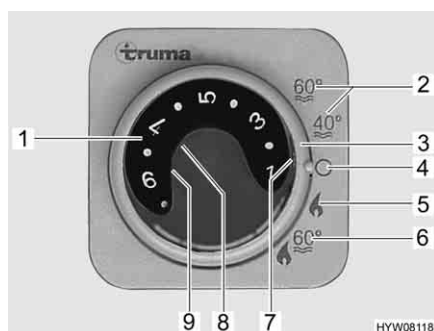

Fig. 120 Centralina di controllo per riscaldamento/boiler
- Impostare la modalità di funzionamento tramite l'interruttore girevole (Fig. 120,3).
A seconda della temperatura ambiente desiderata, il riscaldamento seleziona automaticamente il livello del bruciatore necessario. Al raggiungimento della temperatura ambiente desiderata, il bruciatore si spegne. Durante la modalità di funzionamento "Riscaldamento e boiler" (Fig. 120,6) è riscaldata anche l'acqua nel boiler. Nella modalità di funzionamento "Riscaldamento senza boiler" (Fig. 120,5) è possibile far funzionare il riscaldamento con il boiler vuoto.
- Impostare la manopola della temperatura (Fig. 120,1) sulla centralina di controllo scegliendo la potenza desiderata.
- Posizionare l'interruttore girevole (Fig. 120,3) su funzionamento invernale "Riscaldamento senza boiler" (Fig. 120,5) o "Riscaldamento e boiler" (Fig. 120,6).
Si accende la spia verde di controllo (Fig. 120,7).
- Posizionare l'interruttore girevole (Fig. 120,3) su "O" (Fig. 120,4).
La combinazione funzionamento a gas e funzionamento elettrico a 230 V diminuisce il tempo di riscaldamento (è possibile solo se il riscaldamento viene impostato sulla centralina di controllo (Fig. 120) su funzionamento invernale). Se viene selezionato il funzionamento elettrico a 230 V, la spia gialla di controllo si accende (Fig. 121,6).